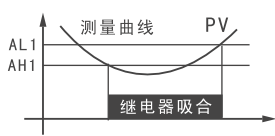

图2
- (3) 设定 AH1<AL1, 当测量值≤AH1时, 继电器吸合; 当测量值≥AL1时继电器释放。继电器动作情况见图2, 常用于下限报警。
- (4) 吸合值不等于释放值, 其之间的区域构成回程不动作区。通常回程不动作区为3~5个字。